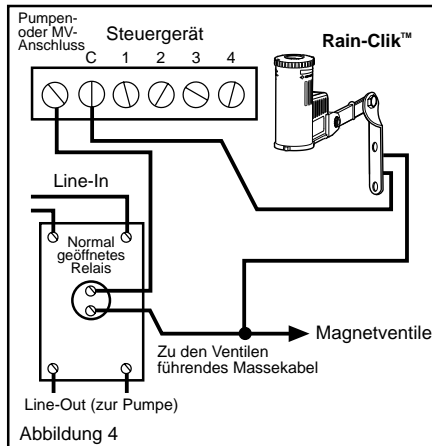

Abbildung 4
- B. 24 V Magnetventile mit Pumpenrelais (s. Abb. 4).